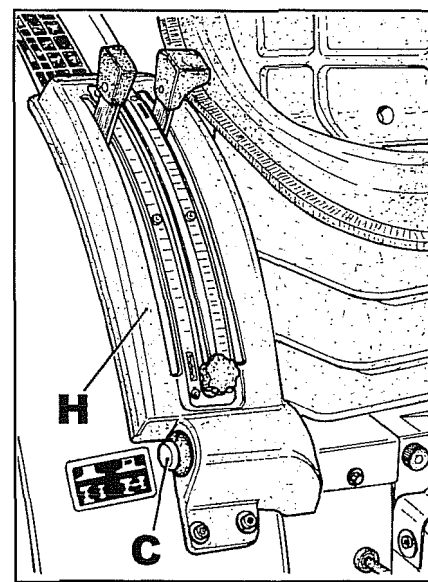

Abb. 2
Dann auch prüfen, ob die Magnetwirkung aufgehoben wird, wenn man die verriegelten Bremspedale betätigt und wenn man den Druckknopf des Allradantriebs **C** Abb. 2 betätigt. Falls ja, ist das Problem an Magnetventil hydraulischer Art (siehe den entsprechenden Abschnitt).
- 10 Vom Kotflügel den Schutz **H** Abb. 2 der Schalthebel des Krafthebers lockern, dann die Ringmutter losschrauben, die dem Druckknopf **C** des Allradantriebs festhält.